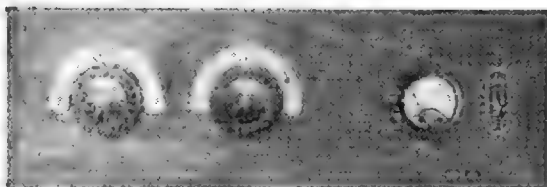
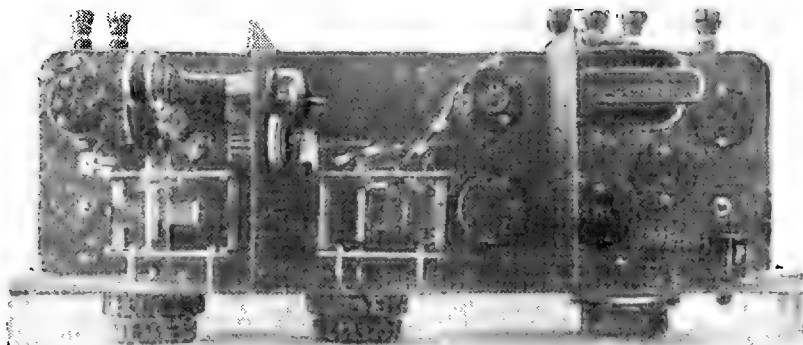
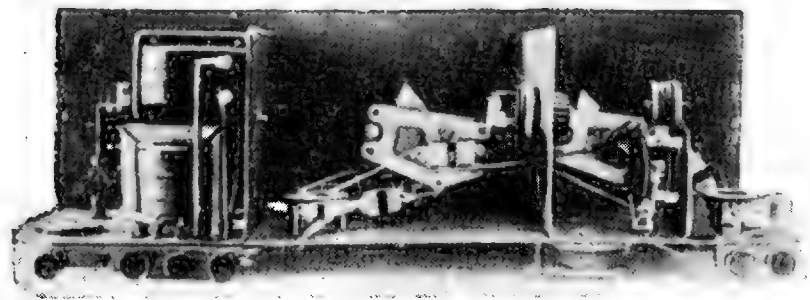

Рис. 2. Вид передатчика спереди
Рис. 3. Монтаж передатчика. Вид сверху
Рис. 4. Монтаж передатчика. Вид сзади
На рис. 2 изображен вид передатчика спереди. На рис. 3 дается вид монтажа передатчика сверху и на рис. 4—сзади. Прибор в анодной цепи усилительного каскада (22) ставится вместо ручки реостата обратной связи (рис. 2).
Микрофонный трансформатор (23) делается из обычного трансформатора низкой частоты 1:2 с числом витков 5000:10000. Со вторичной обмотки сматывается 5000 витков, а оставшиеся 5000 витков соединяются последовательно с первичной обмоткой, т. е. конц первичной с началом вторичной. Таким образом получается 10000 витков вторичной обмотки микрофонного трансформатора. Проложив изоляцию поверх вторичной, наматывают первичную обмотку проводом ПШО или ПЭ 0,2—0,3—800 витков; получается трансформатор с отношением 1:12. Если имеется возможность производить намотку трансформаторов тонким проводом (ПЭ-0,08), то лучше такой трансформатор наматывать заново, поместив первичную обмотку уже не сверху вторичной, а внутри последней. В тех же случаях, когда не имеется возможности даже и отмотать 5000 витков вторичной обмотки, то можно, не трогая обмоток, добавить сверху первичную обмотку проводом 0,2 в 400 витков, в этом случае обмотка в 5000 витков используется в качестве вторичной, а обмотка в 10000 витков остается разомкнутой. Микрофонный трансформатор крепится к перегородке, как видно на рис. 3 и 4.
Из катушки приемника «II контур 62—112 м» таким же образом делается катушка второго диапазона возбuditеля на 80—140 м. Контурная катушка остается без изменений, а катушку обратной связи наматывают тем же проводом—12 витков, располагая их, как и в первой (рис. 3 и 4).